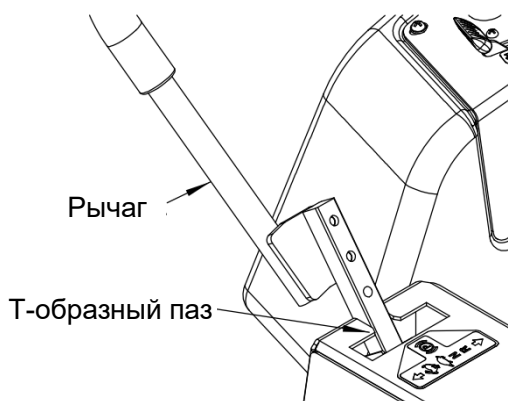

Рис. 8
- Выключатель режущего механизма (РТО) (D) - это красная нажимная/вытяжная ручка, расположенная на консоли. Потяните ручку выключателя режущего механизма (РТО) «вверх», чтобы включить электрическое сцепление, которое приведет в движение ремень, соединенный с декой газонокосилки и, в свою очередь, приводящий в движение режущие ножи. Нажмите на ручку выключателя режущего механизма (РТО) «вниз», чтобы отключить электрическое сцепление, которое остановит вращение ножей в течение нескольких секунд.
- Когда рычаги расположены по центру в Т-образном пазу, приводная система находится в нейтральном положении. Когда рычаги выдвинуты в Т-образный паз, приводная система находится в положении стояночного тормоза. (См. рис. 8)